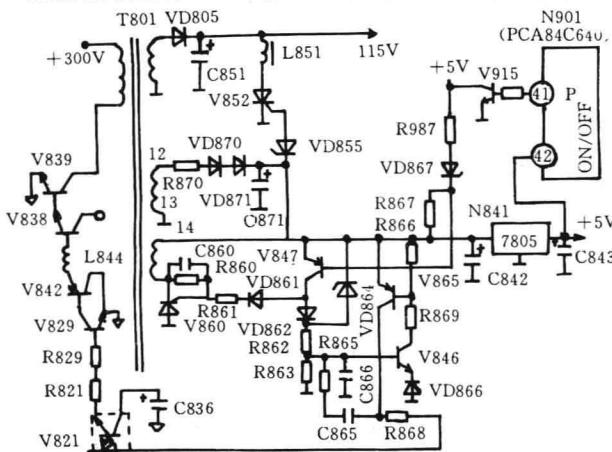

图 73 熊猫 3625 型彩电电源开/关机控制电路
①开关电源主电压输出控制方式。例如康艺 KTN—5145 型机是采用继电器 RL501 来控制主电源电压(110 V)输出的方式,而飞跃 54C2Y4—3 型机是则采用电子开关 Q 505 ~Q 507 来控制开关电源主电压(111 V)输出方式。在直流关机(等待)状态:主电源电压 110 V 被切断,行扫描电路失电而不工作;在直流开机状态继电器或电子开关接通,主电压输出至行扫描电路工作;
②行振荡电源控制方式。例如日立 CPT—2125SF/DU 型机、日立 CPT—2001SF 型机等遥控开/关机,采用电子开关切换行振荡电源的控制方式。在“待机”状态,因无行振荡启动电源而行振荡停振,无行“二次电源电压”输出,开关电源电路工作在低功耗等待状态;
③行激励级输入行频信号的通/断控制方式。例如索尼 KV—1882CH、KV—2092CH 等索尼 XE—3 机芯彩电等遥控开/关机,采用电子开关控制行激励晶体管基极电平方式。在待机状态,行激励管 Q 801 截止,行输出极停止工作而无光无声,主开关电源电路处于低功耗工作状态;
④开关电源调整管的脉宽控制方式。例如熊猫 3625 型(飞利浦 TDA 两片机)彩电则采用这种特殊控制方式。该机直流关机(待机状态)很特殊:是依靠开关电源调整管脉冲减少为正常输出为 1/6,使主电压 115V 输出电压下降为 23 V,从而使行输出电路停止工作,其他电路(除遥控电路外)也均停止工作。该机遥控电路工作电源和主机芯的工作电源是采用一个电源,即都由开关电源变压器供给的,不采用单独遥控变压器(一般遥控彩电、遥控电源和开关电源是两个电源,遥控电源是由遥控变压器产生)。主机的遥控电源有两个绕组,它们的圈数相差 6 倍。T 801 ⑭~⑮ 绕组圈数为 ⑫~⑯ 绕组圈数的 6 倍。在遥控关机和开机轮流给遥控电路供电。在开机状态时, T 801 ⑯~⑰ 绕组输出电压经整流、滤波后得 +9 V 电压,经 N 841 (7805) 稳压后输
出 +5 V 电压,送至遥控电路、此时 ⑯~⑰ 绕组电压比 ⑫~⑯ 绕组高 6 倍,但因可控硅截止而无输出。在等待状态时, T 801 ⑭~⑮ 绕组输出的电压,经整流滤波后得到 +9 V 直流电压,经 N 841 三端稳压块输出 5 V 电压,供遥控电路用。此时 T 801 ⑯~⑰ 绕组因输出电压比 ⑯~⑮ 低 6 倍,二极管 VD870、VD 871 截止,输出被切断(见图 73)。